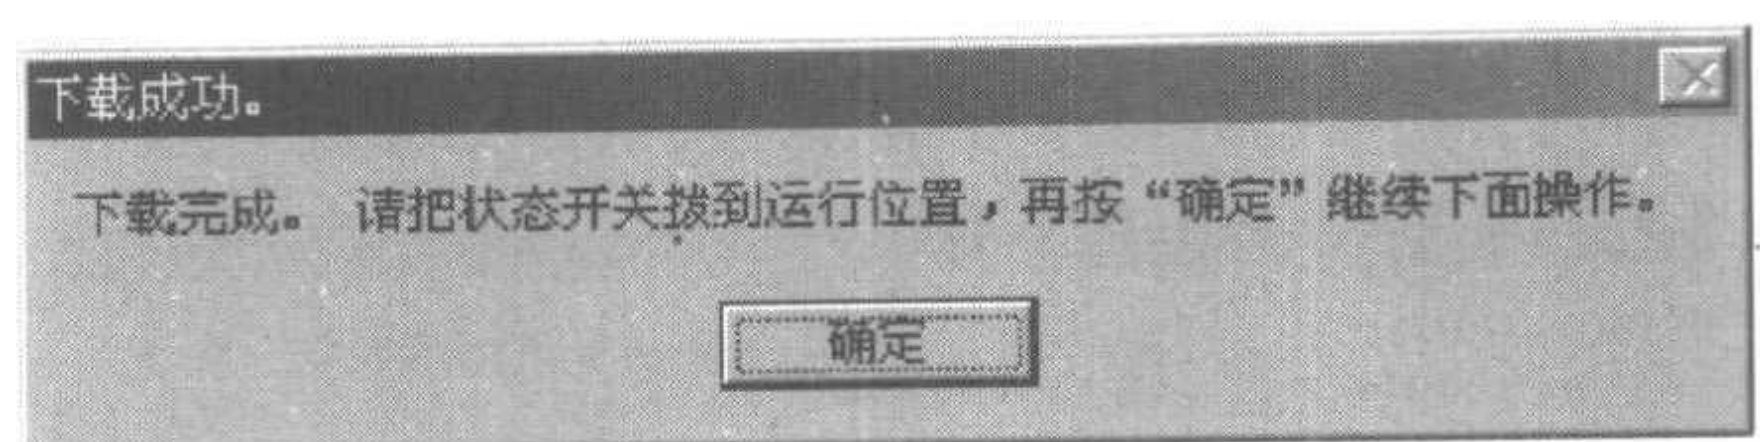

图 1.21 下载成功
(9) 当操作系统下载完成后，就会出现如图 1.21 所示的“下载成功”对话框。请按提示将机器人的开关拨至“运行”位置后，按“确定”按钮。